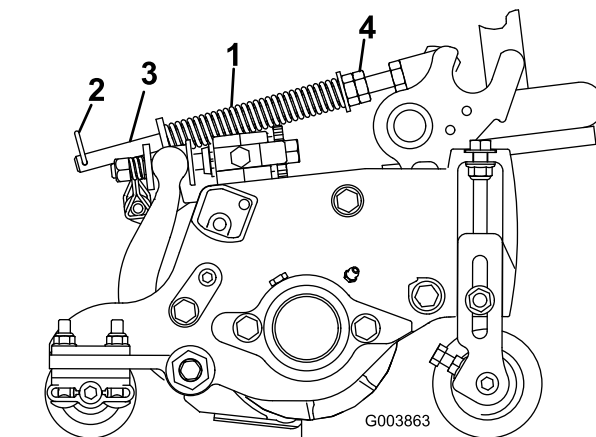

図 16
1. ヘアピン・コッターがスプリング・ロッドの後の穴に差し込まれていることを必ず確認しておいてください（図 16）。
2. スプリングロッド前部の六角ナットを締め、スプリング（圧縮状態）の長さが15.9 cm になるようにする（図 16）。
注 カuttingユニットを機体から外す場合には、ヘアピン・コッターをスプリング・ロッドの前の穴に移動させてください（図 16）。そして、カuttingユニットを機体に取り付けたときには、忘れずにヘアピン・コッターをスプリング・ロッドの後の穴に移動させてください。